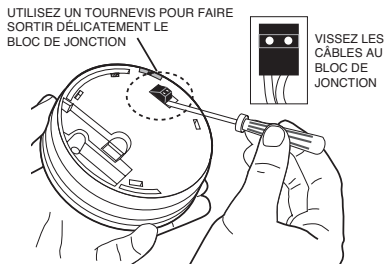

Figure 10b
4. À l'aide d'un petit tournevis, décollez le bloc de jonction en le soulevant verticalement (voir figure 10b).
5. Reliez les deux noyaux de câble au bloc de jonction (voir figure 10b) puis réinstallez ensuite le bloc de jonction sur les deux fiches du socle.